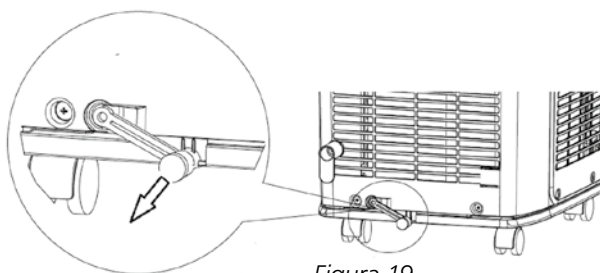

Figura 19
- 1 Retire el tapón de goma (véase la figura 19).